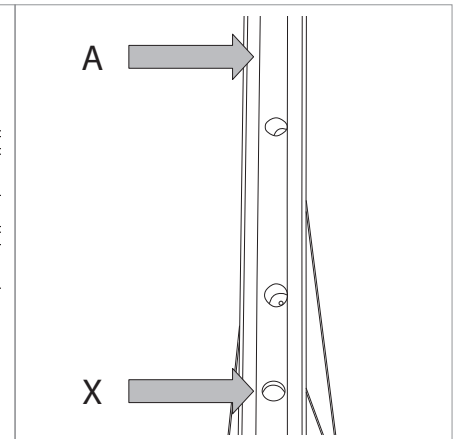

Fig.3
- Le début de la bande doit être positionné entre le second et le troisième écrou (A - Fig. 3) au-delà du trou de la valve (X - Fig.3). Commencer le positionnement de la bande en partant de A et procéder vers le trou de la valve.